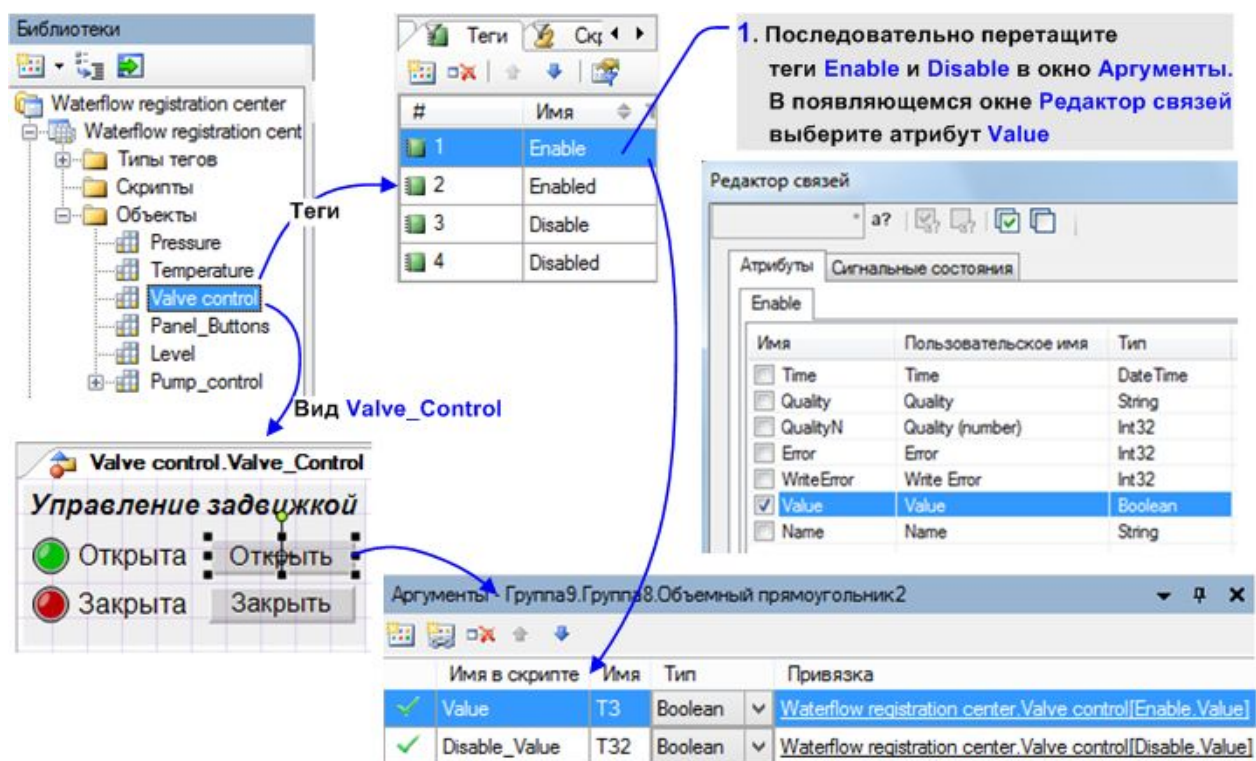

Рисунок 2.7 – Создание аргументов графического примитива **Объемный прямоугольник**
Вид **Valve_control** (рисунок 2.7) используется для управления задвижкой с помощью кнопок **Открыть** и **Заккрыть**. Кнопки реализованы как графические примитивы **Объемный прямоугольник** с настроенной анимацией (изменением вида в зависимости от значения указанного атрибута) и реакцией на нажатие левой кнопки мыши. И реакции и анимации используют **аргументы** графических примитивов.
- 1 Для создания аргумента перетащить в окно **Аргументы** графического примитива необходимые атрибуты тега (рисунок 2.7, комментарий 1)